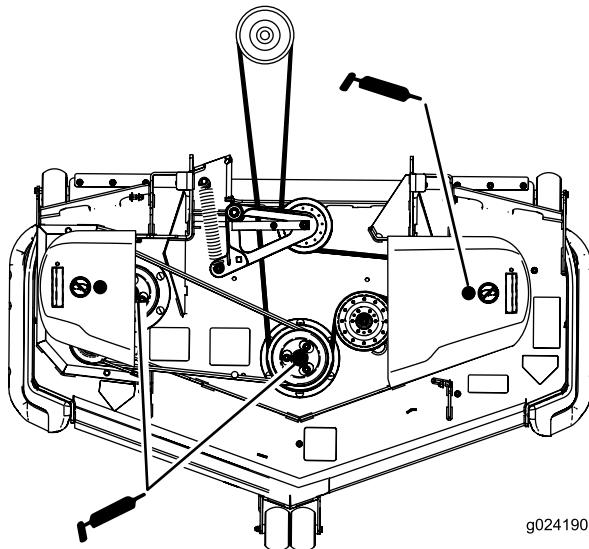

Figure 37
3. Graissez les roulements des trois axes jusqu'à ce que la graisse ressorte par les joints inférieurs (Figure 37).
5. Graissez le bras de la poulie de tension de la courroie d' entraînement (Figure 37).